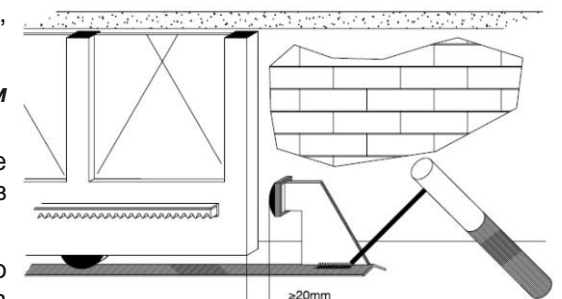

рис.21
**ВНИМАНИЕ:** створка должна иметь механические стопоры на открывание и закрывание, которые не давали бы возможности створке съехать с направляющей (рис. 21). Эти механические упоры должны устанавливаться очень прочно в нескольких сантиметрах от точки остановки по эл. концевикау.